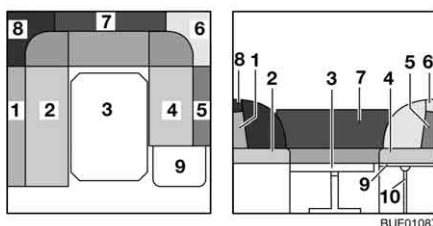

Bild 108 Under ombyggnaden
- Sätt in stödet (Bild 108,10) i hållaren på sänglådans förlängning.
- Tag bort ryggdynorna (Bild 108,1, 5, 6, 7 och 8) och lägg dem åt sidan.